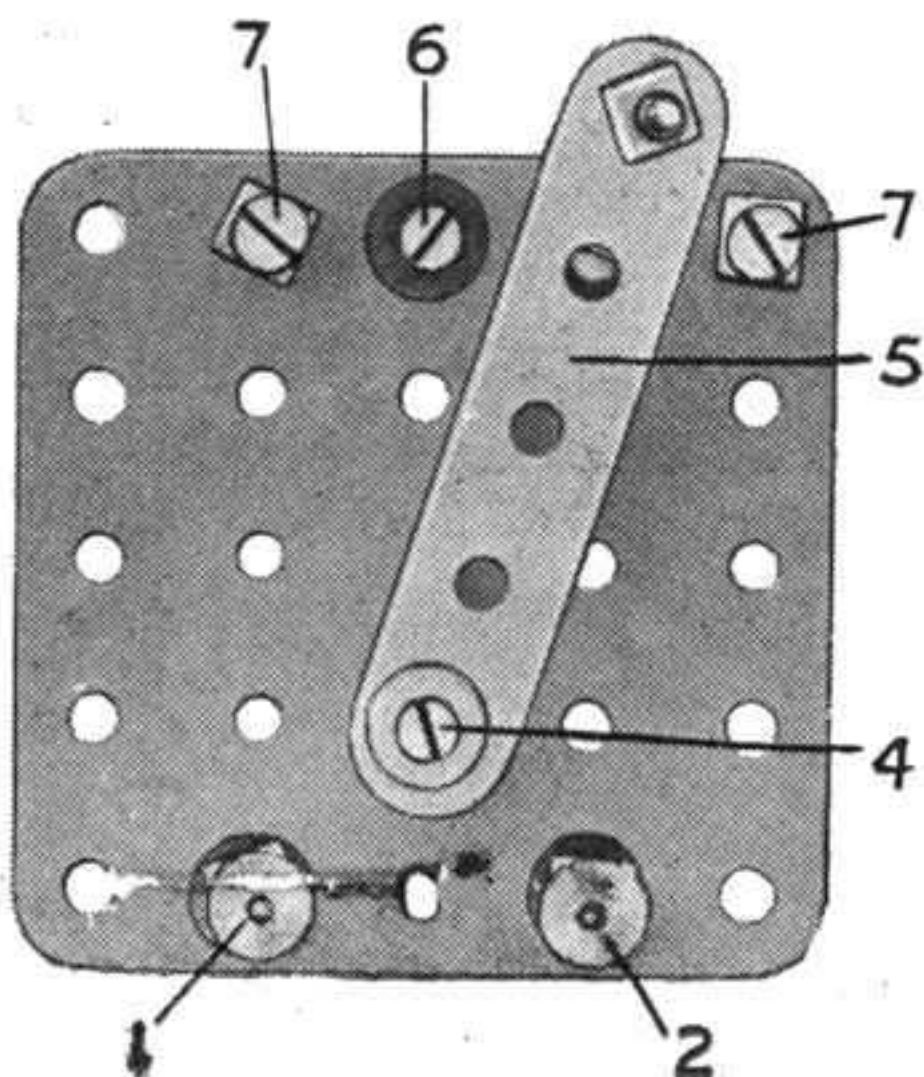
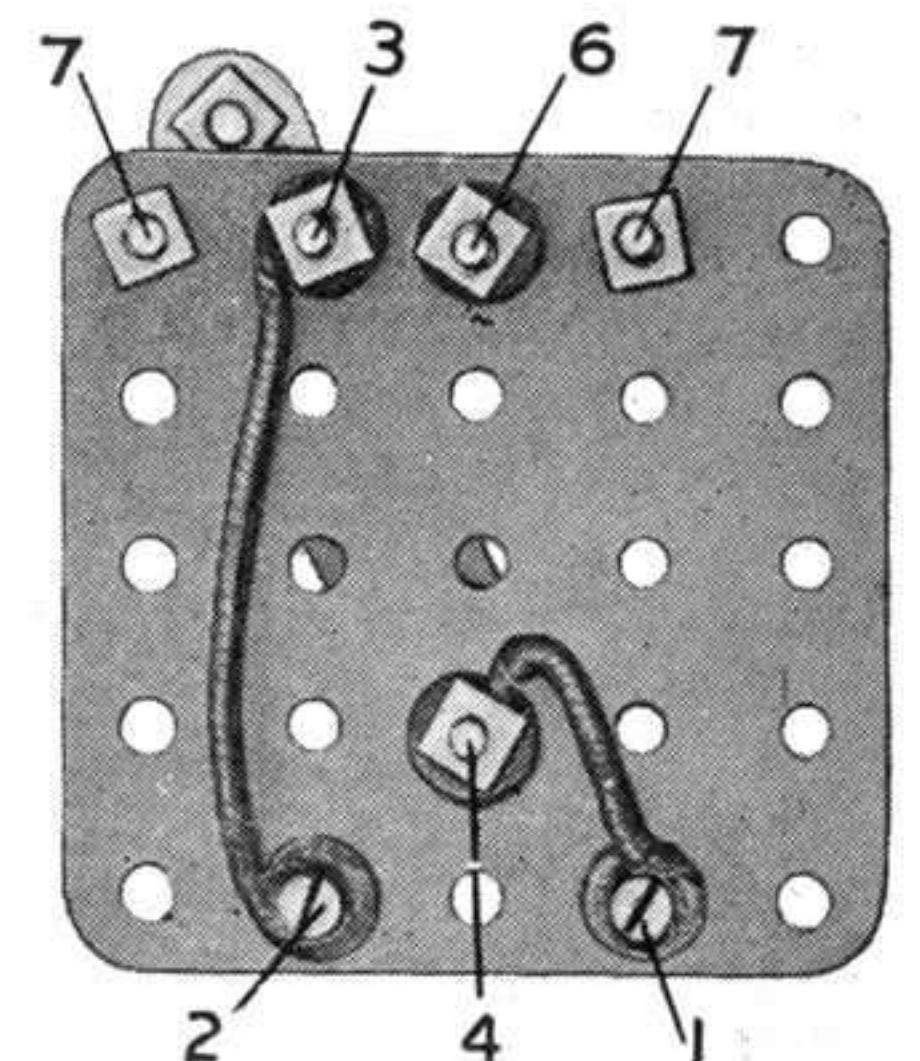

Fig. 1.
Fig. 2.
La fig. 1 nous montre un de ces petits interrupteurs. Il est monté sur une plaque de 6 cm.  $\times$  6 cm. portant deux bornes 1 et 2 qui sont montées et isolées de la plaque d'après nos précédentes instructions. La borne (2) est reliée par un fil guipé à un boulon 6 BA (3) qui est isolé de la plaque par un coussinet et une rondelle (voir le dessous de l'interrupteur à la fig. 2), tandis que la borne (1) est reliée à un boulon 6 BA (4). Ce boulon (4) est également isolé de la plaque et porte la bande de 5 trous (5) constituant le bras de l'interrupteur. La bande (5) est espacée de la plaque par un écrou disposé au-dessous de cette bande, et sur l'extrémité du boulon on doit alors placer une rondelle au-dessous de la tête du boulon pour donner un bon contact avec la bande. On visse les écrous sur le boulon (4) pour que le bras de l'interrupteur tourne à frottement dur. Une cheville filetée fixée à l'extrémité de la bande (5) forme une manette convenable, et deux boulons de 9 mill.  $1/2$  (7), bloqués par un écrou de chaque côté de la plaque, agissent comme butée. Un autre boulon isolé 6 BA (6) est monté dans la position indiquée; il n'est pas relié électriquement car il sert simplement de support dans la position de coupure de l'interrupteur.
Un autre type d'interrupteur qui a les mêmes usages que celui que nous venons de décrire, est montré à la fig. 2. Ce type est connu sous le nom d'interrupteur à couteaux, car on ferme le circuit en faisant pénétrer un levier dans une pièce de contact en forme de pince. Un avantage sérieux de cet interrupteur réside en ce que les surfaces de contact sont toujours propres, cette propreté étant due aux frictions du couteau dans les mâchoires de la pince. Le bras (1) de cet interrupteur est pivoté par un boulon et un contre-écrou (voir M. S. 263) à une embase (2) qui est isolée de la base de l'interrupteur par des coussinets isolants et des rondelles montées sur deux boulons 6 BA (3). Les surfaces de contact sont deux équerres de 25  $\times$  25 mm. (4) boulonnées à la plaque de la base (une plaque à rebords de 9  $\times$  6 cm.), ayant leurs extrémités légèrement courbées, comme il est montré, pour bloquer plus énergiquement le bras de l'interrupteur. La borne (5) est vissée sur un boulon 6 BA isolé de la base et connecté par un fil guipé à un des boulons (3). La seconde borne (6) est reliée par un autre fil à un des boulons fixant l'équerre (4) à la plaque à rebords. Les connexions au moteur que nous voulons commander sont identiques à celles de l'interrupteur précédemment décrit.